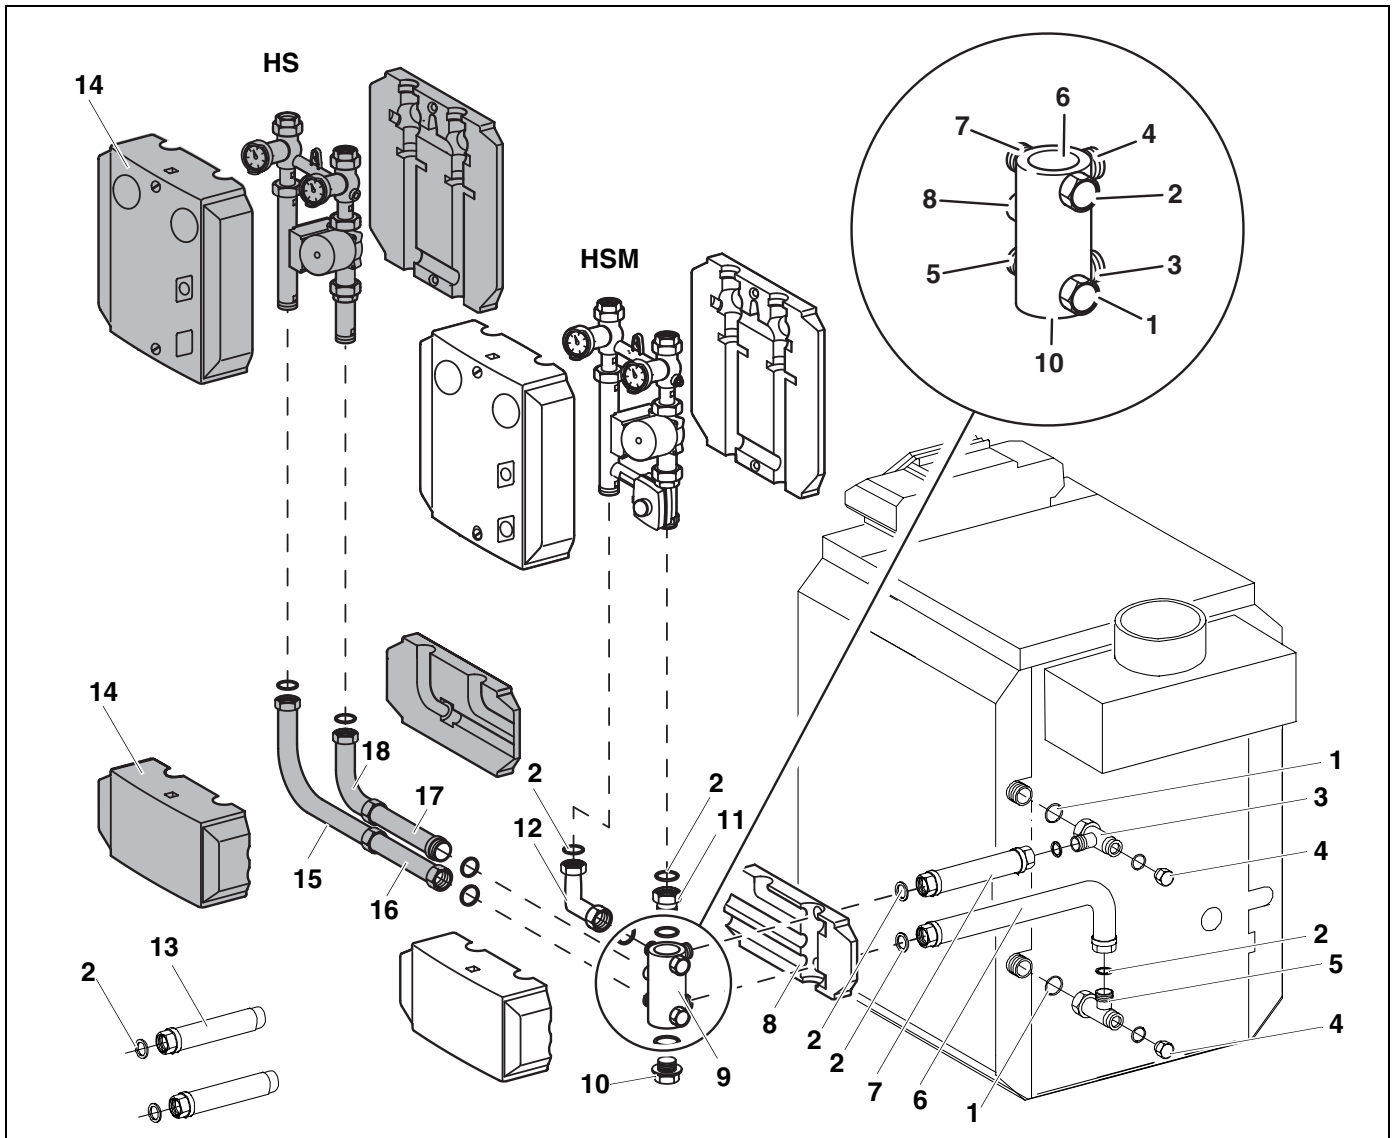

Abb. 5 Seitlich parallel Rechtsanbau mit Ergänzungs-Set ES 2
- Doppelnippel (17) mit O-Ring in den Abgang Nr. 8 im Multifunktionsverteiler (9) einschrauben.
- Rohrbogen (18) mit Dichtung (2) (langer Schenkel) montieren.
- Der freie Abgang des Vorlauf-Rohrbogens (18) muss senkrecht nach oben stehen.
- Dichtung (2) entsprechend Abb. 5 in die Verschraubung des Zwischenstückes (16) einlegen und das Zwischenstück (16) auf den Abgang Nr. 5 des Multifunktionsverteilers (9) aufschrauben.
- Rohrbogen (15) mit Dichtung (1) (kurzer Schenkel) montieren.
- Der freie Abgang des Rohrbogens (15) muss senkrecht nach oben stehen.
- Dichtungen (2) in die Verschraubungen der beiden Rohrbögen einlegen.
- Heizkreis-Set mit (HSM) oder ohne Mischer (HS) entsprechend Abb. 5 aufschrauben.
- Alle Verschraubungen auf Dichtheit prüfen und Wärmedämmschalen (14) montieren.